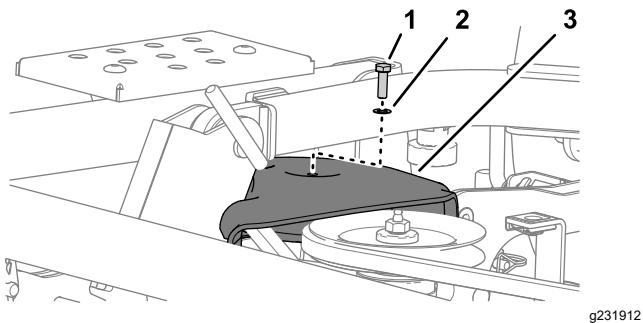

Bild 117
2. Entfernen Sie die Schraube und Scheibe, mit denen die Riemscheibenabdeckung am Mähwerk befestigt ist (Bild 117).